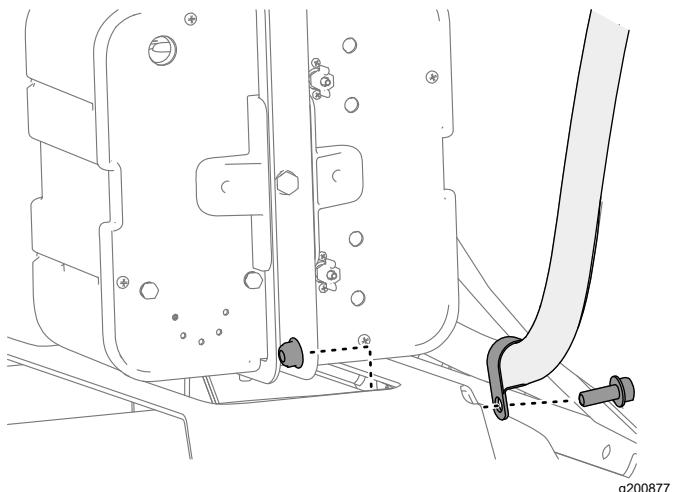

Figura 7
- 7. Se a máquina tiver um kit de enxaguamento instalado, prenda o tubo do kit de enxaguamento com o grampo em R como se mostra Figura 7.